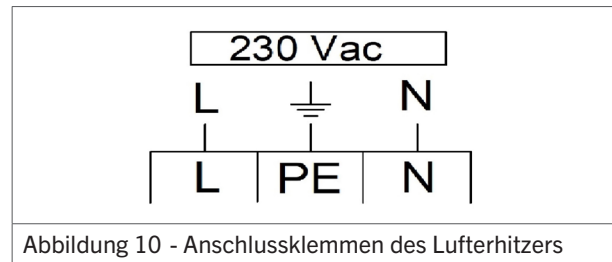

Abbildung 10 - Anschlussklemmen des Luftheritzers
- Schließen Sie das Netzkabel an die Anschlussklemmen im Klemmenkasten an (Abbildung 10).